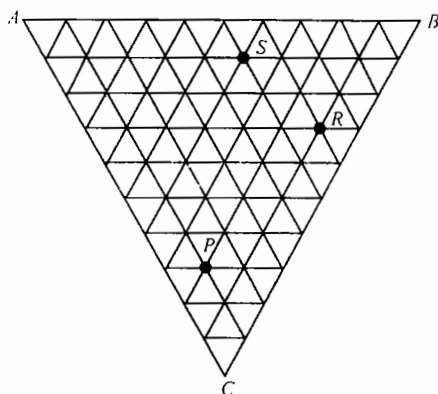

图 26-1 第二题第 2 小题图
1. 绘出面心立方点阵中 (110) 晶面的原子平面图。在该图中标出 $[1\bar{1}1]$ 晶向和 $(1\bar{1}0)$ 晶面（指晶面在 (110) 晶面上的垂直投影线）。
2. 在图 26-1 所示浓度三角形中，确定 P 、 R 、 S 三点的成分。若有 2kg 的 P 、4kg 的 R 、7kg 的 S 混合，求混合后该合金的成分？